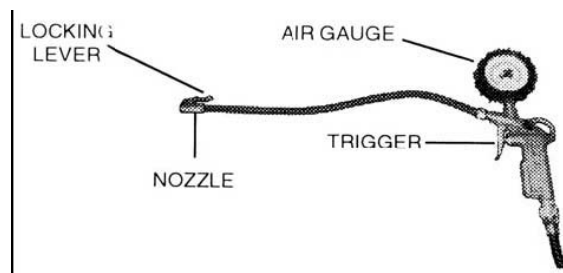

рис.4
5) Нажмите на спусковой крючок на пистолете накачки для выпуска воздуха из наконечника (рис.4).
2) Чтобы накачать шину, вставьте наконечник пистолета для накачки (см. рис.4) в сосок шины при положении запирающего рычажка «UP» («Вверх»). Убедитесь, что сопло плотно обхватывает сосок.